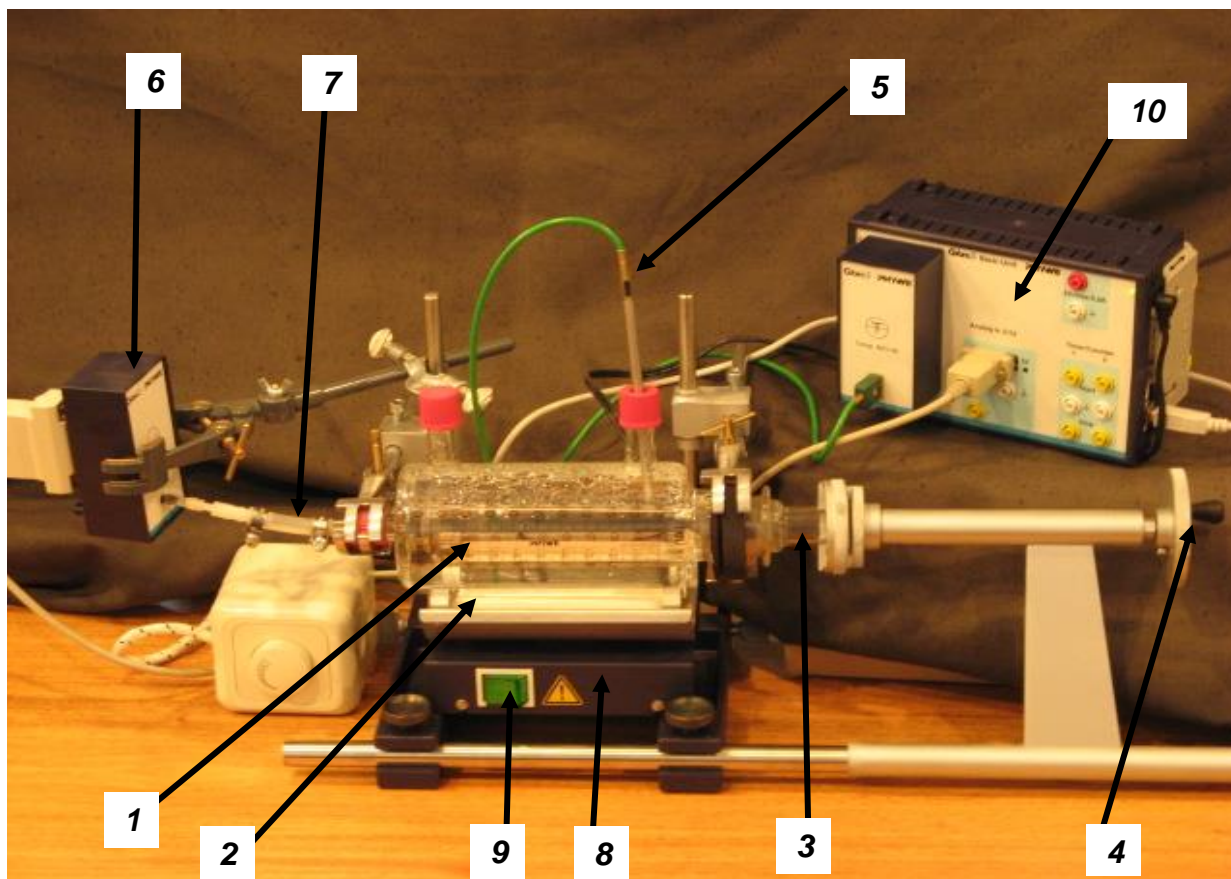

Рис. 1
В состав экспериментальной установки для изучения газовых законов входят: экспериментальный модуль (рис. 1), персональный компьютер и блок «Кобра» для сопряжения модуля с компьютером. Основным элементом экспериментального модуля является стеклянный резервуар, состоящий из двух коаксиальных стеклянных цилиндров: внутренний (1) заполнен изучаемым газом – воздухом, во внешнем (2) находится вода. Объем газа во внутреннем цилиндре регулируется поршнем (3), перемещающимся внутри цилиндра при вращении ручки (4). Объем воздуха определяется в миллилитрах по шкале, нанесенной на боковой поверхности внутреннего цилиндра. Температуру газа можно считать равной температуре воды во внешнем цилиндре, которая измеряется термопарой (5). Давление газа регистрируется датчиком (6), соединенным с